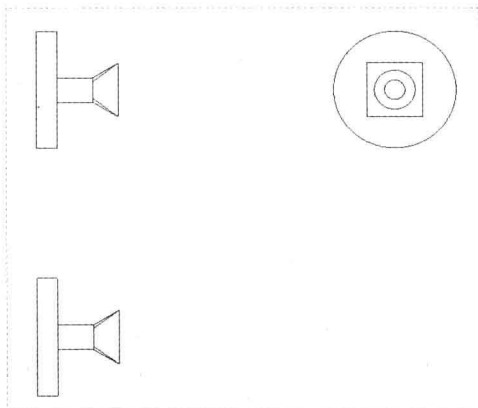

图 12-67 删除视图
Step 02 在绘图区右下角的视图上单击鼠标左键，选择视图，按【Delete】键，即可将选择的视图删除，如图 12-67 所示。